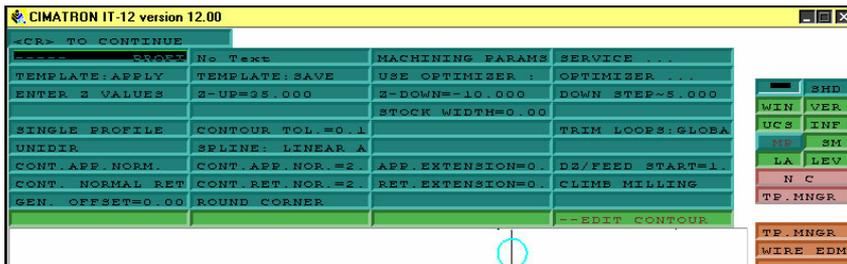

Рисунок 43
31. Чтобы отменить создание еще одного профиля нажимаем F5 (рис.43).